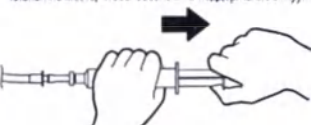

Рис. 3
- Медленно аспируйте 30 куб. см при помощи шприца объемом 30 куб. см. (См. рис. 3.) Извлеките шприц, оставив одноканальный клапан на месте, чтобы обеспечить поддержание вакуума.